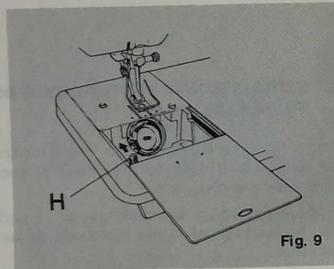

Fig. 9
9.º CORRETELAS (Dientes que transportan el tejido) (fig. 9)